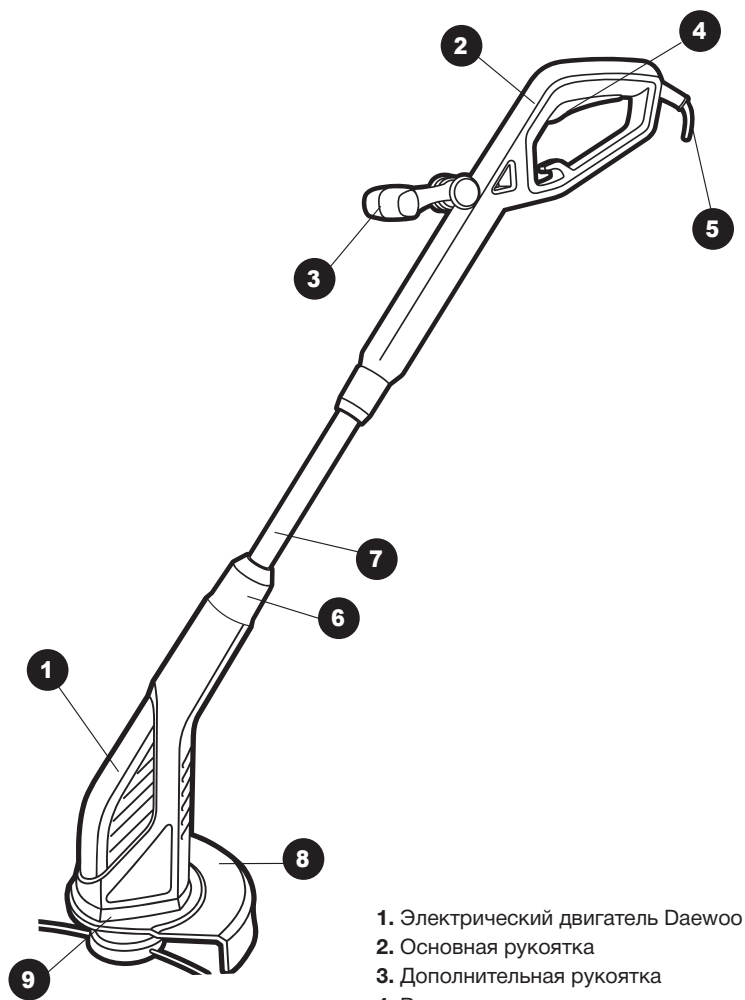

Рис.1
1. Установите защитных кожух 8. Зафиксируйте его на триммере с помощью шурупов (рис. 1 на стр. 4).